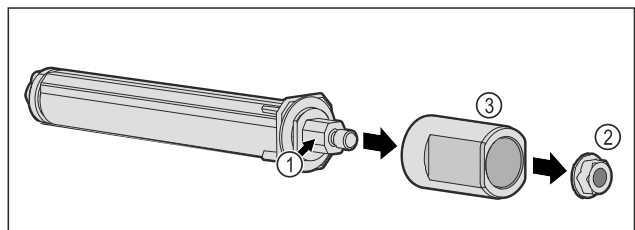

Fig. 54
- Türschließsystem Fig. 54 (1) nicht zerlegen.
- Mutter Fig. 54 (2) entfernen.
- Hülse Fig. 54 (3) abnehmen.